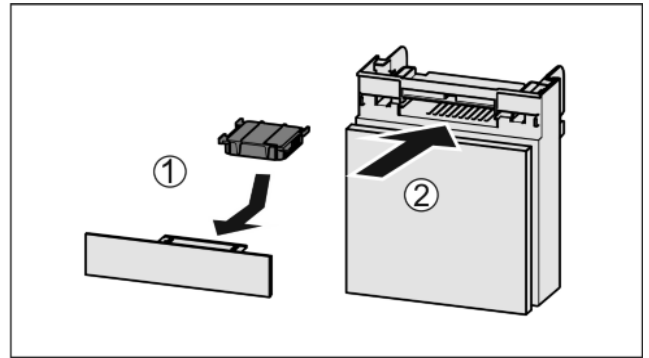

Fig. 34
- ▶ Поставете Fig. 34 (1) филтъра с активен въглен, както е показано на фигурата.
- ▶ Вкарайте Fig. 34 (2) отделениято.